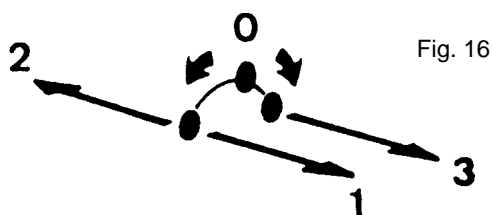

Fig. 16
la Fig. 16 mostra le differenti velocità.
- disconnettere la pompa sugli attachi A e B (fig 16)
Per consentire di ottenere un diverso grado di sminuzzamento del terreno le flange sono munite di fori per ricevere una formazione di 2 o 3 paia, a seconda se si desidera una lavorazione più grossolana per il periodo invernale o un terreno lavorato a grana più per letti di semina primaverili. (Fig 16, 16-A e 16B)